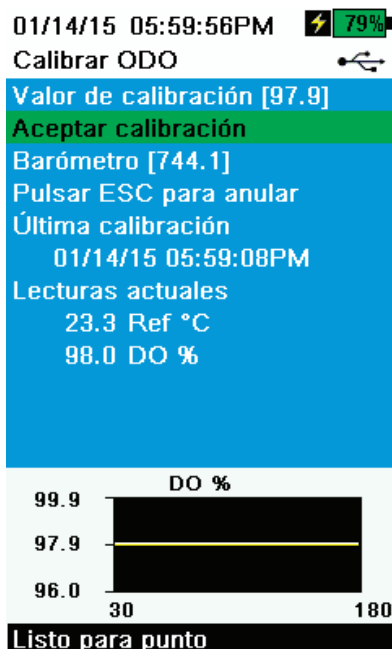

Figura 47 Calibrar % de ODO
6. Observe las lecturas reales de estabilidad (la línea blanca en el gráfico no muestra cambios significativos durante 40 segundos), luego seleccione **Aceptar calibración** (Figura 47). Se mostrará "¡Calibración correcta!" en el área de mensajes.